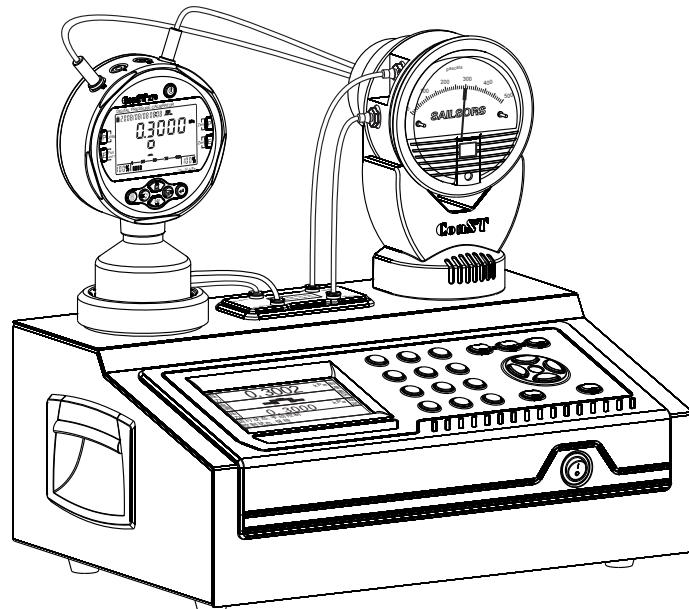

图11-3-2 检定压力开关
- ① 打开智能微压发生器，并连接好标准表，使之处于准备工作状态。
- ② 把智能微压发生器与计算机通过串口线连接起来；打开计算机，并启动压力自动检定软件。
- ③ 如果被检表已经贴有上次送检时贴的二维码，使用扫描枪读入被检表信息，软件会自动调出数据库中有关于本表以往的检定信息：包括准确度等级、量程信息、上次的检定点等相关信息。
- ④ 如图11-3-2所示连接好被检表，标准表的开关测量正端接被检表的正端（如果有正负要求），公共端（COM）接被检表的负端。
- ⑤ 启动检定过程，系统会根据检定规程的要求，进行检定。
- ⑥ 检定过程结束，拆被检表，换另外一块。